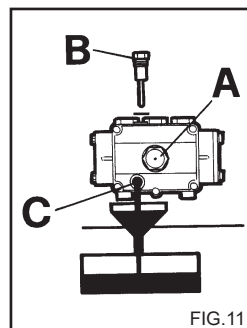

FIG. 11
2) Schrauben Sie den Decel mit dem Ölmesstab ab (fig. 11).